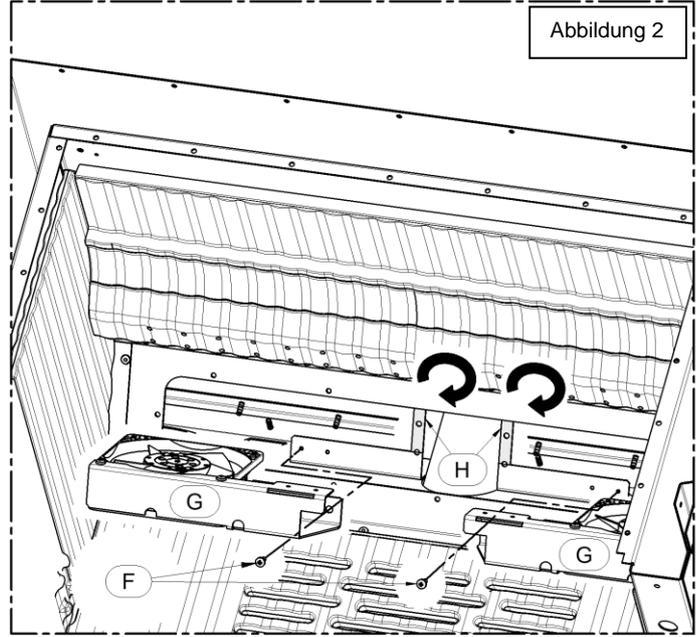
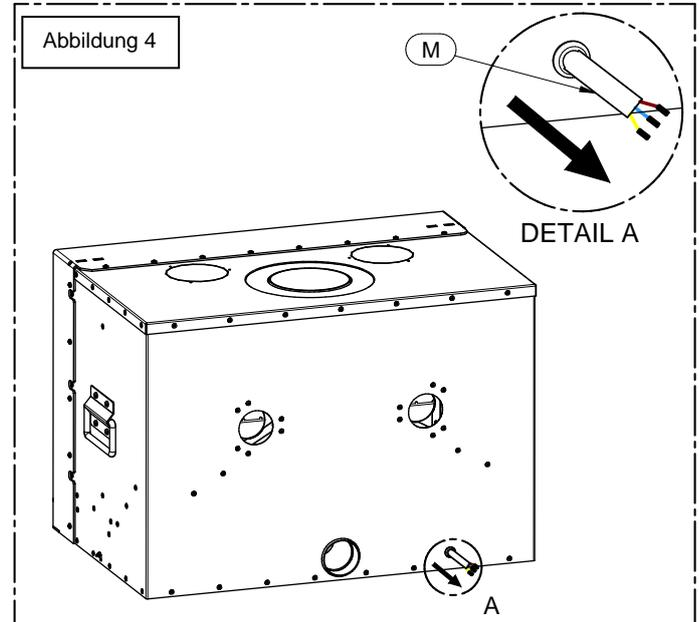

Abbildung 2
Abbildung 4
- Die Schrauben (A) entfernen, mit denen der Einsatz an der Palette befestigt ist (Abbildung 2).
- 2) Den Abschlussrahmen (F) mit Hilfe der zuvor entfernten Schrauben (A) anbringen, siehe Abbildung 2.
- 3) Das untere Profil (E) mit den Bolzen (C) und Muttern (D) auf dem Abschlussrahmen (F) installieren, siehe Abbildung 2.
- 2) Die beiden Gebläse (G) in die Gebläsefächer einsetzen und mit den Schrauben (F) befestigen, siehe Abbildung 2.
ACHTUNG: Alle elektrischen Kabel hinter den Flügeln (H) verlegen und nach unten biegen, damit sie nicht mit den Gebläsen und/oder den Gusseisenteilen des Geräts in Berührung kommen, siehe Abbildung 2.
- 3) Das Schalterkabel (L) durch den Kabelkanal an der Vorderseite führen. Die Drähte in der angegebenen Reihenfolge an die Schalteranschlüsse anschließen und ihn dann drücken, bis er an seinem Platz einrastet, siehe Abbildung (3).
- 4) Das Stromkabel (M) des Gebläses durch die hintere Öffnung (A) führen und an die 230V - 50Hz Stromversorgung anschließen, siehe Abbildung 4.
- 2) Den Bügel (C) mit einer passenden Dübelzahl an der Wand befestigen; siehe Abbildung 2.
- 4) Nun den Einsatz an den wandmontierten Bügel (C) hängen. Den Einsatz beidseitig am Bügel festklemmen, zuerst mit der oberen Schraube (D), damit der Einsatz nicht nach vorne rutschen kann, dann mit der unteren Schraube (D), um ihn festzuklemmen; siehe Abbildung 4.
- 6) Alle Teile auf der gegenüberliegenden Seite wieder zusammensetzen, siehe Abbildung 2.
- 2) Das Element (AC) auf der anderen Seite durch Lösen der Schrauben (AD) und der Muttern (AB) abmontieren; siehe Abbildung 2.
- 4) Die Mutter (O) und den Gewindestift (N) abmontieren, anschließend die Elemente (I, J, K, L, M, P und Q) abnehmen; siehe Abbildung 4.